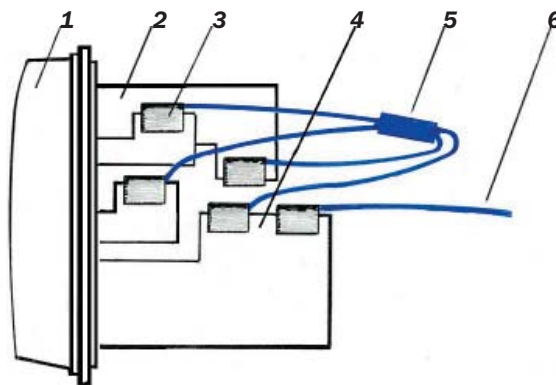

Рис. 22. Подключение перемычек к экранам кабелей:
6.6 Производят подключение к отогнутым «флажкам» соединителей перемычек, входящих в комплекты муфт. К длинному «флажку» на основном кабеле подключают соединители обеих перемычек (см. рис. 22).